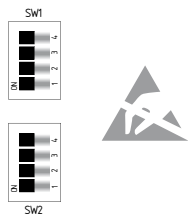

Fig. 3
Impostazione del ritardo alla diseccitazione (vedere Fig. 3 e 4)
- I DIP switch si trovano sotto il coperchio frontale del modulo (vedere Fig. 3 e 4).